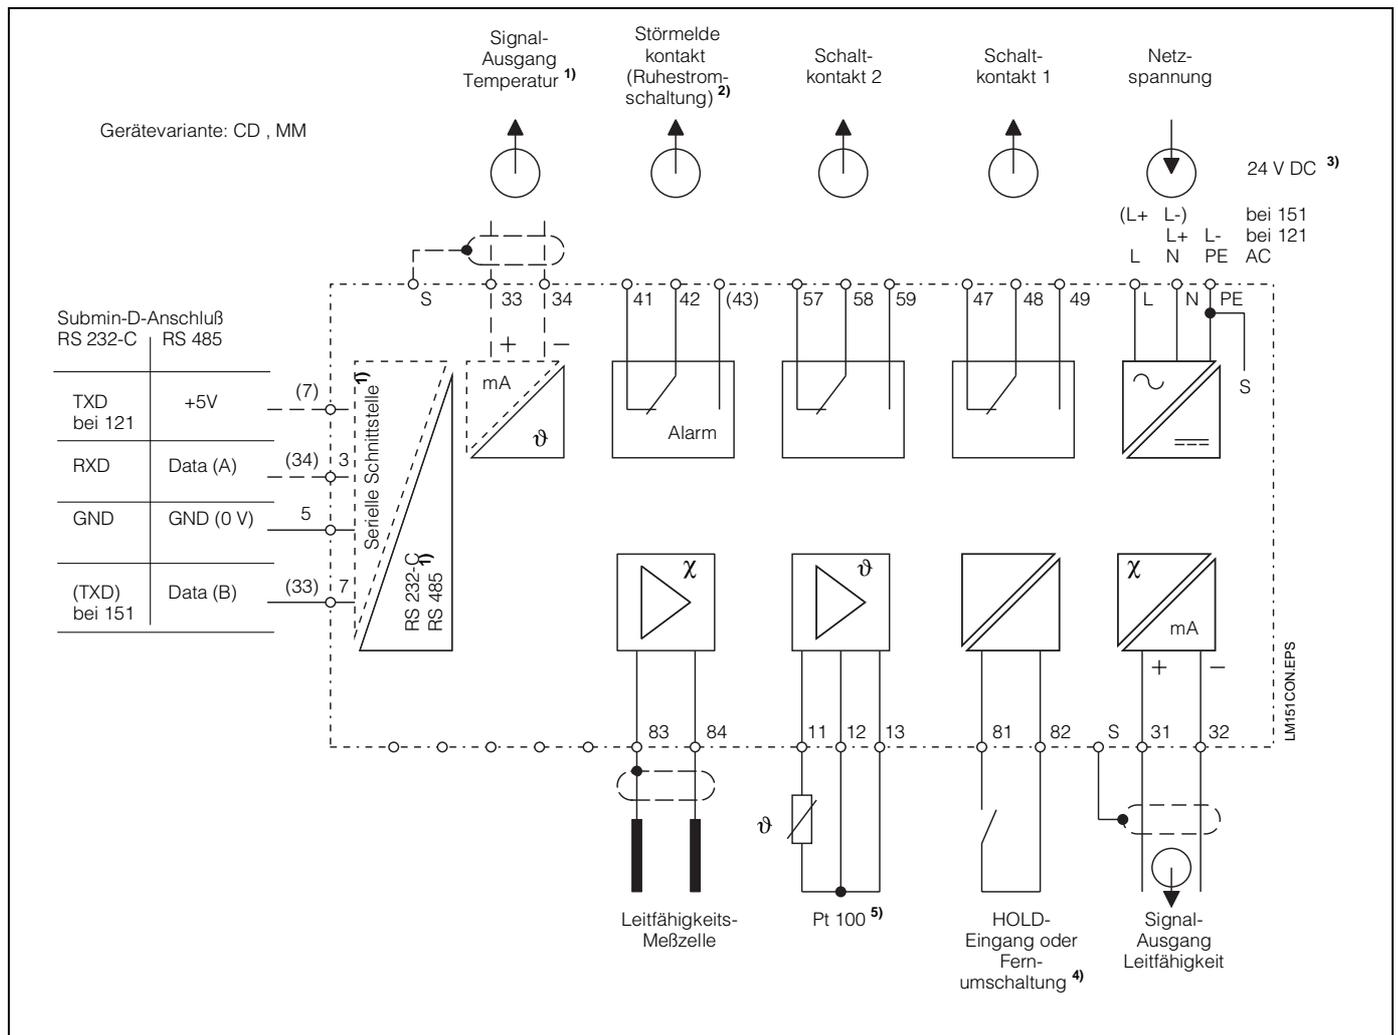

Bild 4.3: Elektrischer Anschluß Mycom CLM 121 / 151
- Geräteanschluß gemäß Anschlußplan durchführen (siehe Bild 4.3).